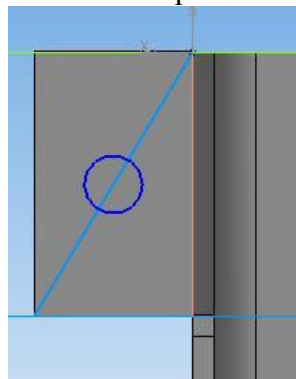

Рис. 12
29. Постройте отрезок, соединяющий диагональные точки грани. 30. Постройте окружность с радиусом 2,75 мм, привязав ее центр к середине отрезка. Воспользуйтесь локальной привязкой *Середина* (рис. 12).